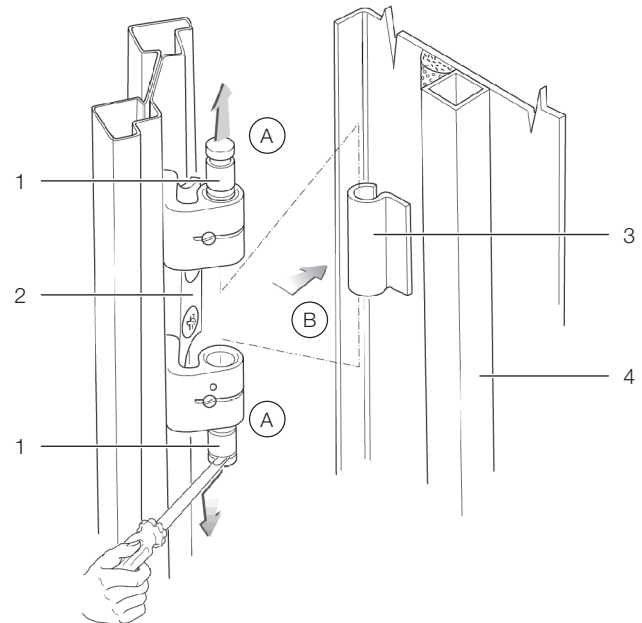

Abb. 12: Türscharnier – Ausbau
- Lösen Sie die Scharnierbolzen an den vier Türscharnieren, indem Sie die Bolzen mit einem geeigneten Werkzeug (z. B. Schraubendreher) anheben, und ziehen Sie die Bolzen bis zum Anschlag aus der Scharnierbolzenaufnahme heraus (Abb. 12, Schritt A). Beginnen Sie mit dem untersten Türscharnier.
- Nehmen Sie die Serverschranktür ab (Abb. 12, Schritt B).